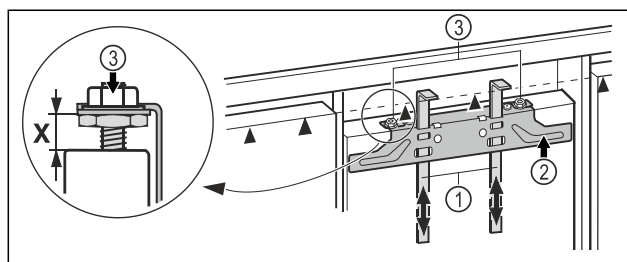

Fig. 44
- ▶ Työnnä asennusavut Fig. 44 (1) kalusteoven korkeuteen. Asennusavun alempi vastereuna ▲ = asennettavan kalusteoven yläreuna.
- ▶ Ruuvaa kiinnityspalkki Fig. 44 (2) irti vastamutterien Fig. 44 (3) avulla.